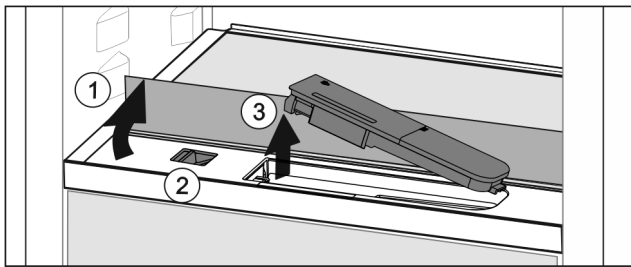

Fig. 53
- ▶ Повдигнете стъклената плоча и я завъртете до ограничителя назад Fig. 53 (1).
- ▶ Преместете плъзгача Fig. 53 (2) наляво.
- ▶ Извадете резервоара за вода Fig. 53 (3).